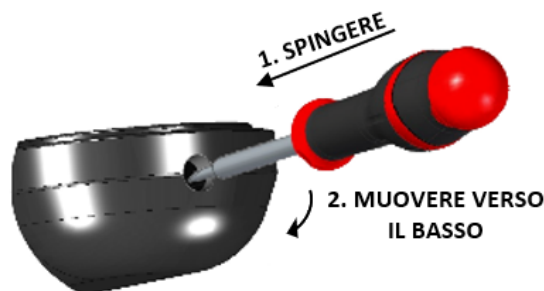

Figura 30 Foro per apertura plastica sonda di temperatura interna
1. Aprire il case della sonda di temperatura interna come indicato in figura 30